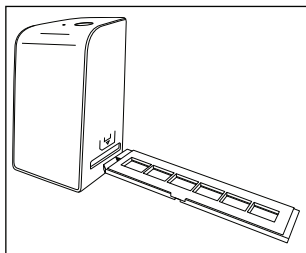

Figura 1
- ◆ Inserire il supporto dei negativi **5** nello slot **4** a destra con il triangolo rivolto in avanti e visibile (vedere figura 1).